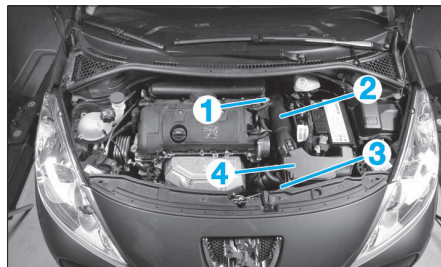

FIG. 46
- la vis (1) (Fig.46).
- le raccord (2)
- la fixation (3) et le résonateur d'admission (4).